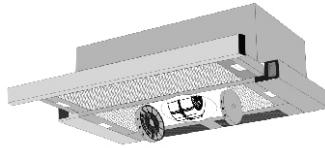

рис. 8
- установите два угловых фильтра см. табл.1 и (рис.8), предварительно удалив с них упаковочную пленку;
Угольные фильтры устанавливаются на защитные решетки корпуса вентилятора, путем легкого нажатия и поворота (рис. 8). Фильтрация воздуха осуществляется с помощью двух угольных фильтров, затем очищенный воздух возвращается в помещение.